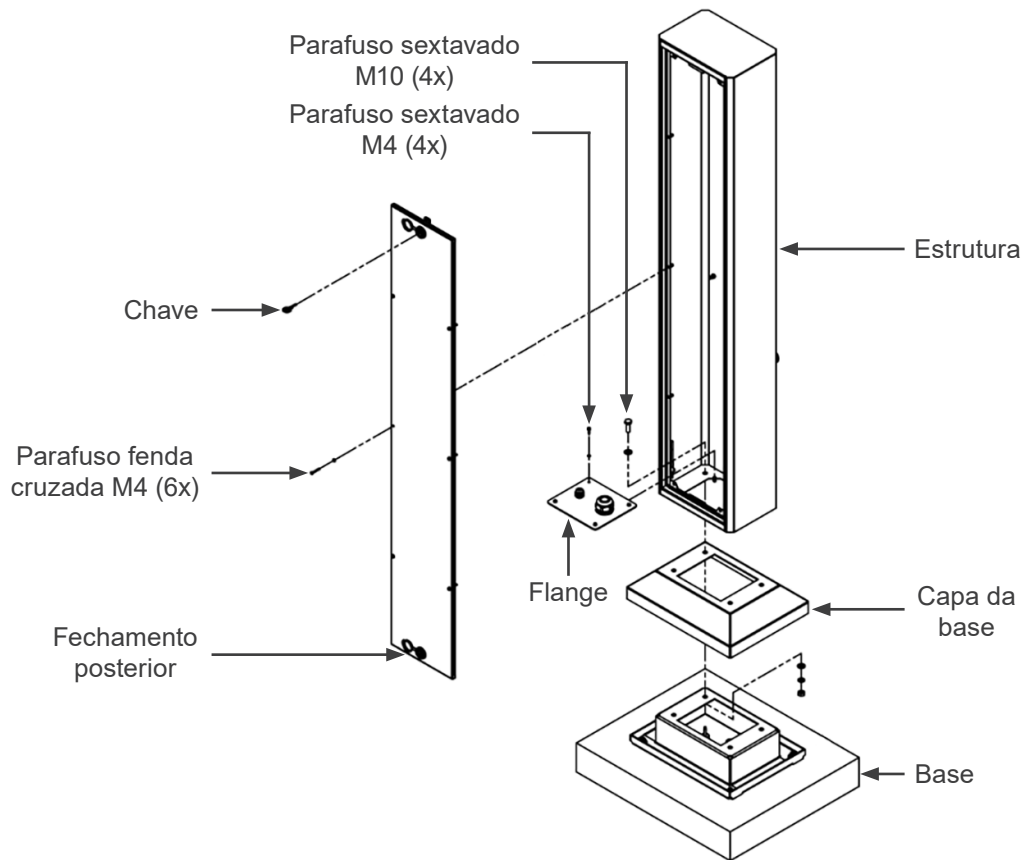

Figura 3.10: Vista explodida da montagem
A montagem do totem à base de fixação do produto está representada na Figura 3.10 na página 3-11, sendo utilizados quatro (04) parafusos sextavados M10, fornecidos junto com o produto, torque de aperto recomendado é de 35 Nm.